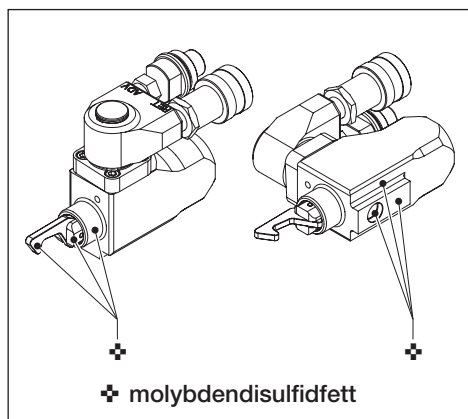

Fig. 15
5.2 Forebyggende vedlikehold - Hydraulisk svivel og drivenhet (Fig. 15 og 16)